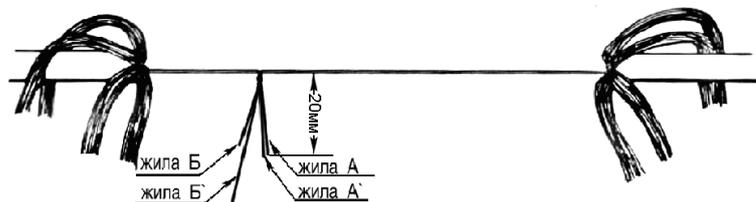

Рис. 5.4. Жилы А и А' подготовлены к сращиванию
3.2. Из скрученных пар (четверок) отобрать одноименные жилы (например жилы А и А') и, сложив их вместе, подравнять, обкусив при помощи пресс-клещей Е-9У на расстоянии 20 мм от места скрутки пар (рис. 5.4).